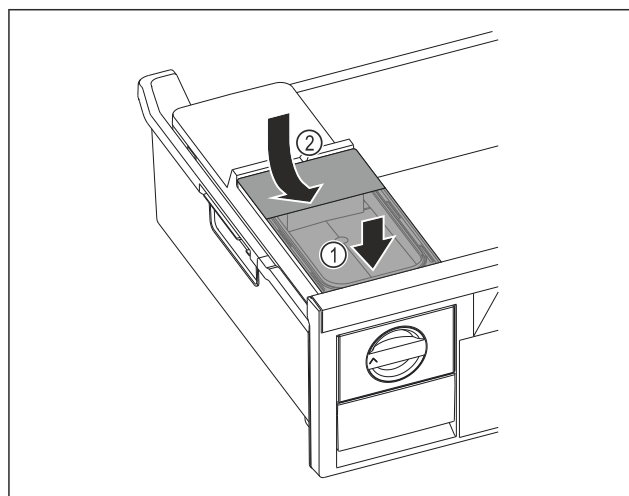

Fig. 124
- Nasadte vpředu nádržku na vodu. Fig. 124 (1)
- Spusťte nádržku na vodu vzadu dolů. Fig. 124 (2)